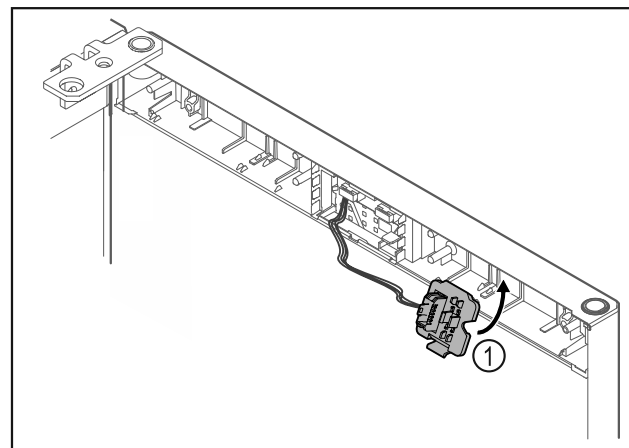

Fig. 13
- ▶ Pattintsa be a dugófoglalatot Fig. 13 (1) az ellenkező oldalon.*